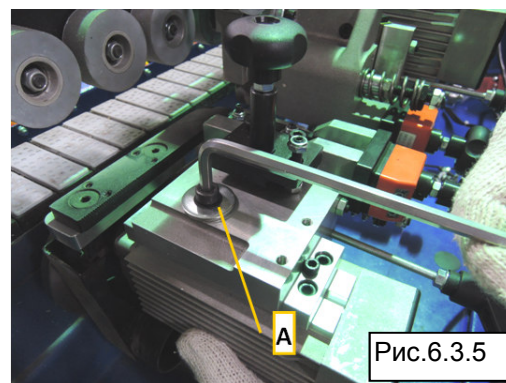

Рис.6.3.5
7. Установите двигатель в станок и протолкните его вперед. Затем затяните винт А (Рис. 6.3.5), чтобы зафиксировать положение двигателя.